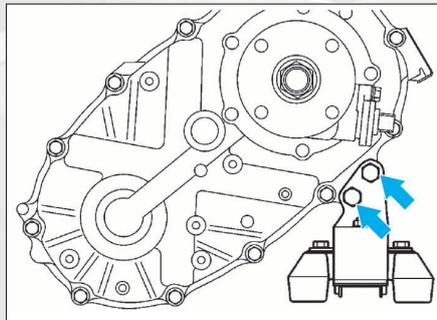

FIG. 5
- Avec amortisseur dynamique de boîte de transfert, déposer l'amortisseur dynamique de la boîte de transfert (fig. 5).